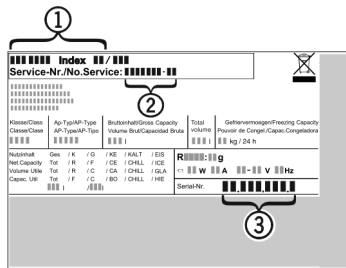

Fig. 10
- ▶ A készülék megnevezését Fig. 10 (1), a szerviz- Fig. 10 (2) és sorozatszámot Fig. 10 (3) a típus-tábláról olvassa le. A típustábla a készülék belsejében baloldalon található.
- ▶ Értse a vevőszolgálatot a hibáról, és adja meg nekik a készülék megnevezését Fig. 10 (1), a szerviz- Fig. 10 (2) és a sorozatszámot Fig. 10 (3).